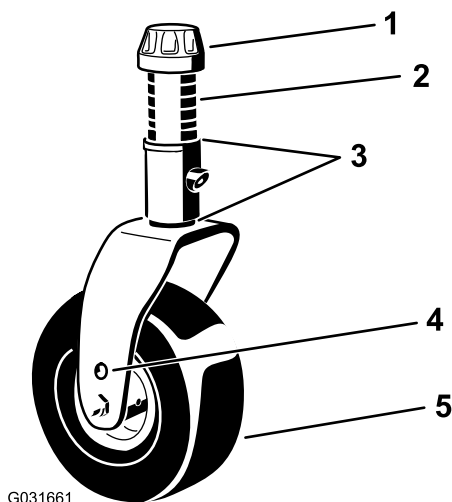

Рисунок 17
ослабьте колпачковую гайку и снимите ее с вала поворотного колеса, затем извлеките вал из рычага поворотного колеса (Рисунок 17).
7. Установите на вал регулировочные прокладки (как они были установлены первоначально) и остальные проставки (Рисунок 17).
8. Установите колпачковую гайку и затяните ее прилагаемым ключом для колпачковых гаек поворотных колес, чтобы закрепить этот узел (Рисунок 17).